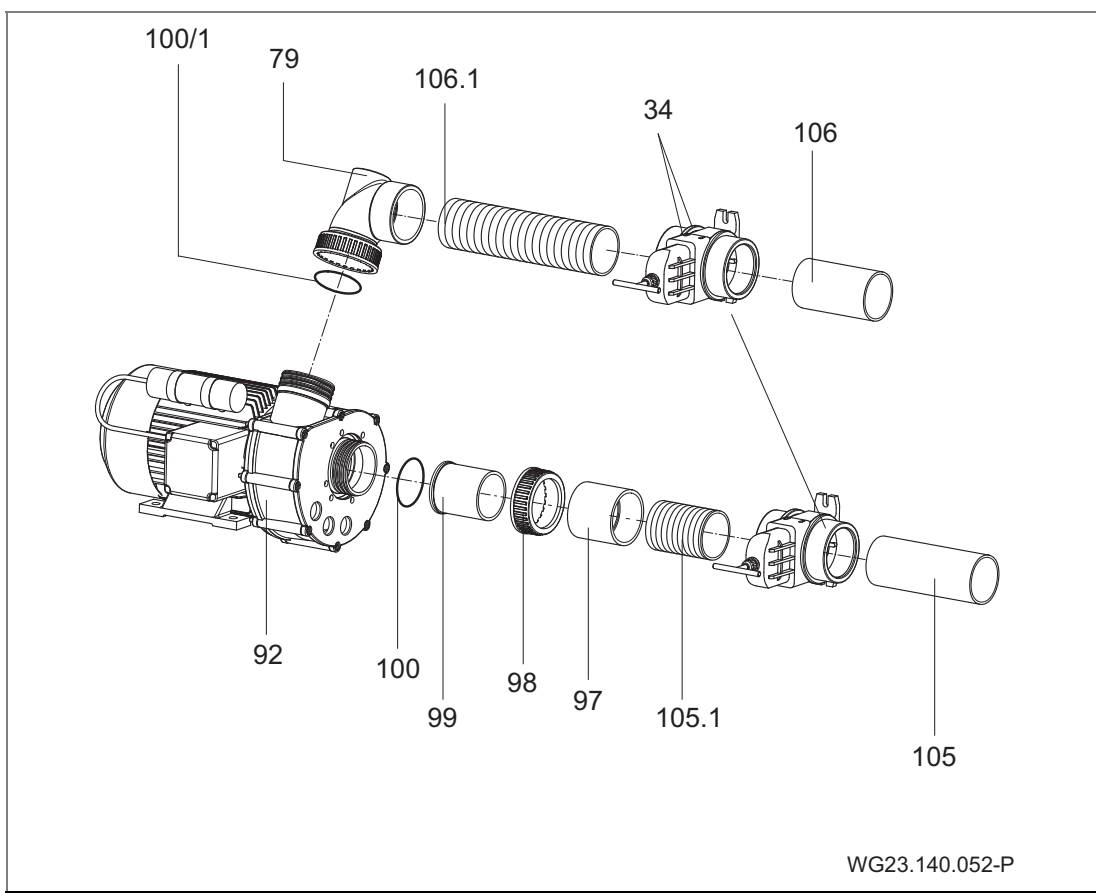

Рис. 20
13. Подсоединить (приклеить) струйный насос (92) со стороны всасывания с помощью гибкой впускной трубки (105.1), муфты (97), резьбового соединения (98, 99) и со стороны нагнетания с помощью гибкой напорной трубки
(106.1) и специального редукционного уголка (79). (Рис. 20)